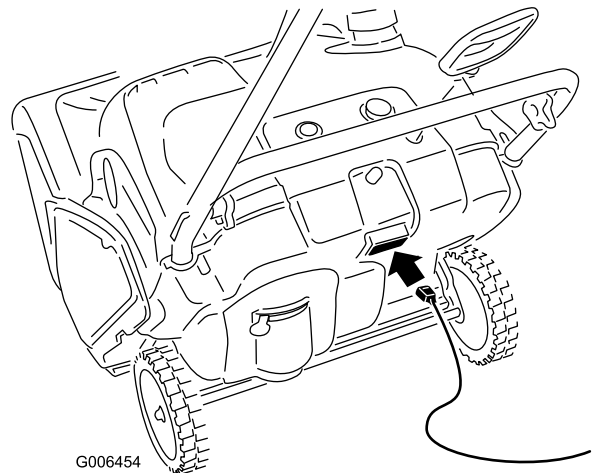
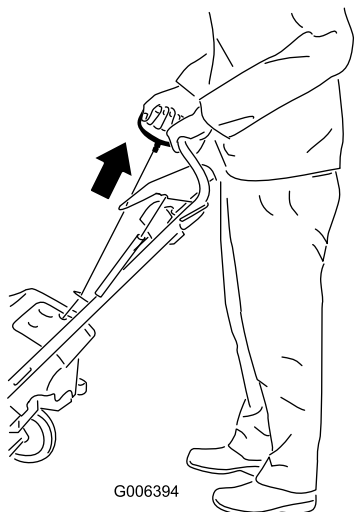

Figure 13
Figure 14
4. Raccordez la rallonge au secteur et à la souffleuse à neige, puis appuyez sur le bouton du démarreur électrique (modèle 38584 uniquement) (Figure 13), ou tirez la poignée du lanceur (Figure 14).